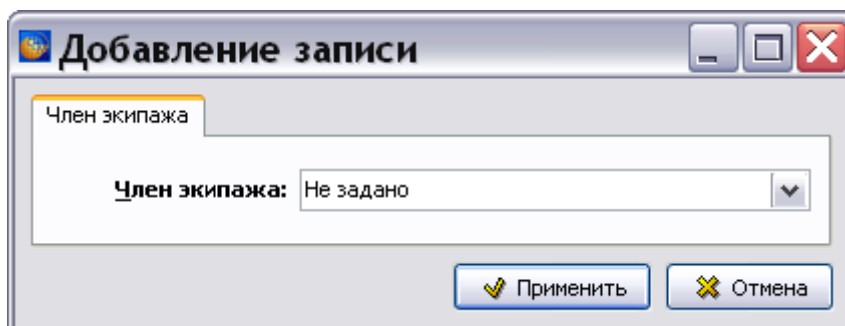

Рис. 13.11
8. В окне **Значение** указываются члены экипажа, необходимые для выполнения действия. Для добавления члена экипажа нажмите на кнопку **Добавить**  в правой части окна. После этого появится окно **Добавление записи** (Рис. 13.11).